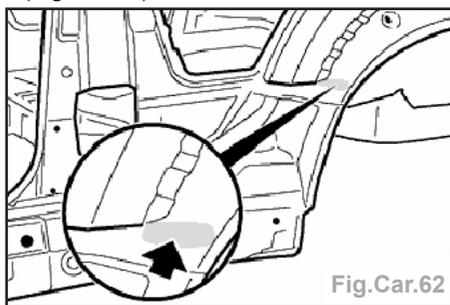

Fig.Car.62
- cote (A) = 140 mm du bord du trou ovale de la doublure de longeron (1),
- cote (B) = 125 mm du centre du trou Ø 15,9 mm dans la doublure du longeron (2).
- Vue de la surface de collage élément extérieur passage de roue /renfort latéral (Fig.Car.62).